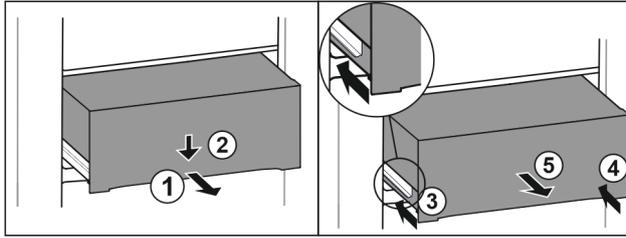

Fig. 98
- ▶ 将抽屉拉出一半。 Fig. 98 (1)
- ▶ 朝下按压正面的抽屉。 Fig. 98 (2)
- ▶ 将左侧轨道推入大约 2 cm。 Fig. 98 (3)
- ▶ 将右侧轨道推入大约 2 cm。 Fig. 98 (4)
- ▶ 朝前取出抽屉。 Fig. 98 (5)